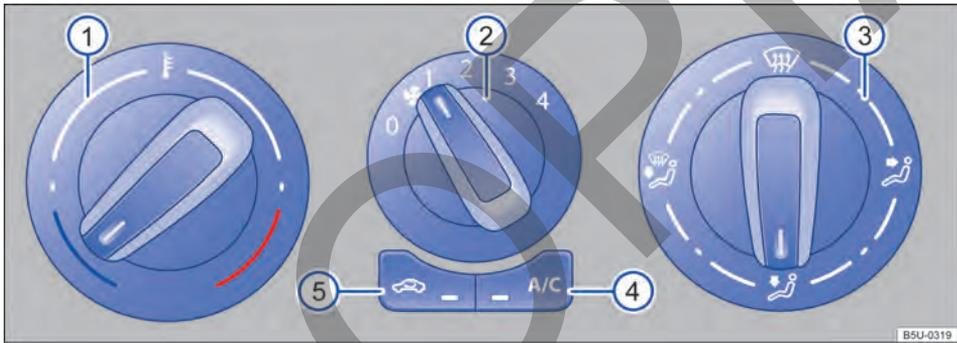

Fig. 71 Comandos del aire acondicionado.
- *Aire acondicionado*: girar el regulador del ventilador al nivel 0 → fig. 71 ②.
- *Aire acondicionado*: girar el regulador giratorio izquierdo → fig. 71 ① para regular la respectiva temperatura.
- *Aire acondicionado*: girar el regulador del ventilador → fig. 71 ③.
- *Aire acondicionado*: girar el regulador de la derecha → fig. 71  a la posición deseada.
- Girar el botón de distribución de aire → **fig. 71** **③** a la posición ; en esta posición el modo de recirculación de aire se apaga automáticamente.
- Girar el botón del ventilador **②** al nivel 3 o 4.
- Girar el regulador de temperatura **①** a la posición deseada.